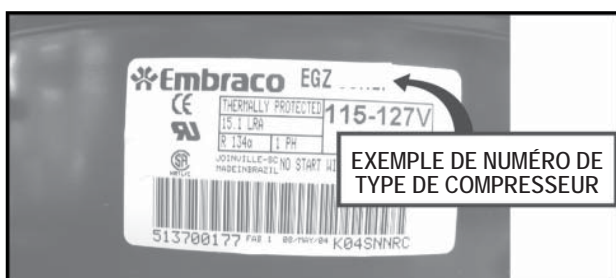

Figure 2
**REMARQUE :** Cet ensemble de service est un remplacement approuvé seulement pour les types de compresseurs Embraco EGY100, EGZ100 et EGU70. Vérifier que le réfrigérateur est muni de l'un de ces compresseurs (voir la figure 2). Sinon, passer à l'étape 13, les pièces de l'ensemble ne fonctionneront pas pour les compresseurs Tecumseh ou autre. Se référer au manuel d'entretien pour les pièces spécifiques Tecumseh.